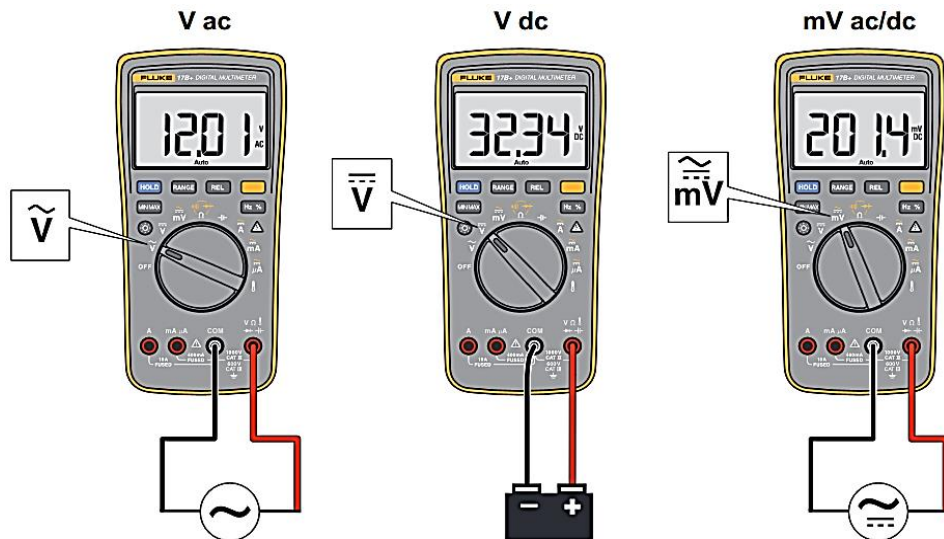

图 1-2 测量交流和直流电压
(1) 将旋转开关转至 \tilde{V} 、 \bar{V} 或 \tilde{mV} 选择交流电或直流电。
(2) 按数字万用表左上角黄色按钮可以在 mVac 和 mVdc 电压测量之间进行切换。
(3) 将红色测试导线连接至 $v \Omega \nabla$ 端子，黑色测试导线连接至 COM 端子。
(4) 用探头接触电路上的正确测试点以测量其电压，如图 1-2 中所示。
(5) 读取显示屏上测出的电压。